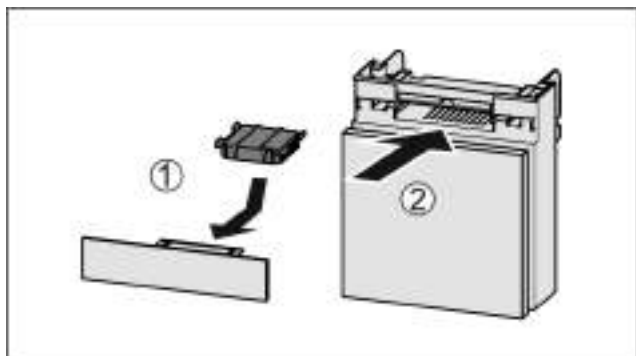

Fig. 152
- Aktivni ogljeni filter vstavite Fig. 152 (1) skladno s prikazom na sliki.
- Aktivni ogljeni filter se zaskoči. Če je aktivni ogljeni filter obrnjen navzdol: ► Predal potisnite noter Fig. 152 (2).